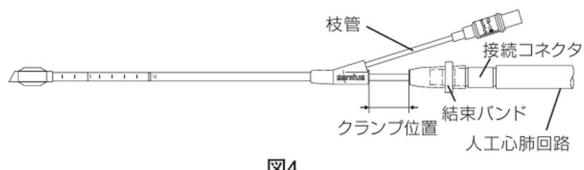

図4
7. 送血ポンプより血液を送りし、カテーテル内の空気を追い出す。クランプをする場合は、バルーン膨張不良や収縮不良を防止するために下図のクランプ位置をクランプすること。（図4）